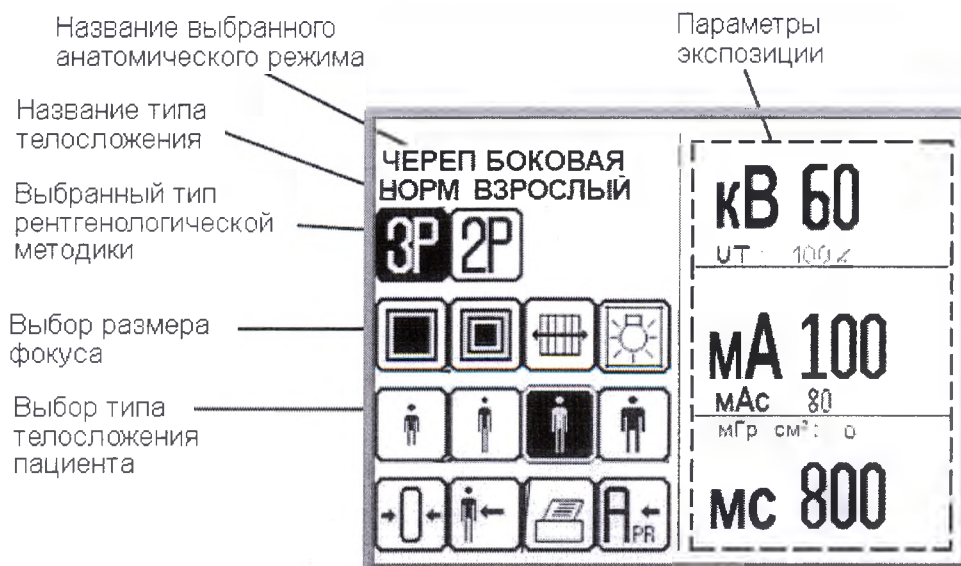

Рисунок 39
- двух- или трехпараметрический метод (рисунок 39);
- размер фокуса (рисунок 39);